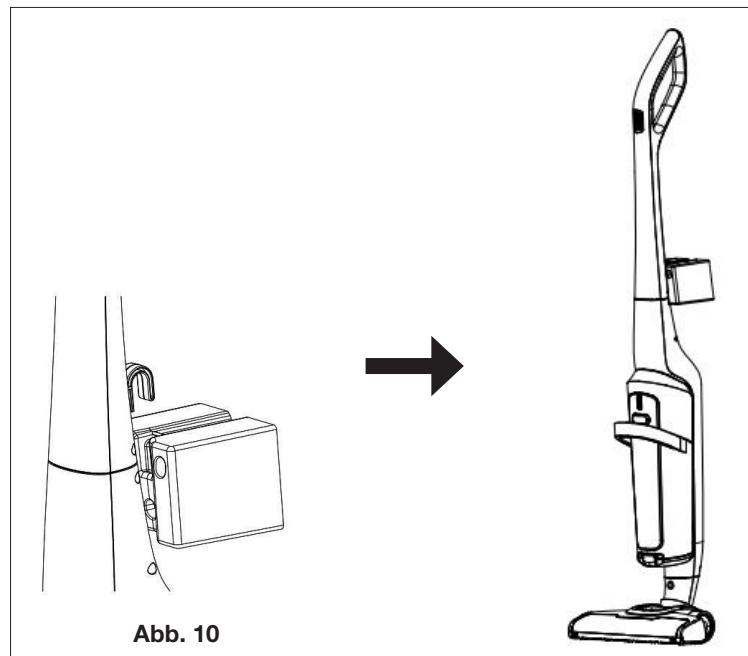

Abb. 10
6. Verriegeln Sie den Stab des Staubsaugers senkrecht und führen Sie den Haken in die Wandhalterung ein (Abb. 10).